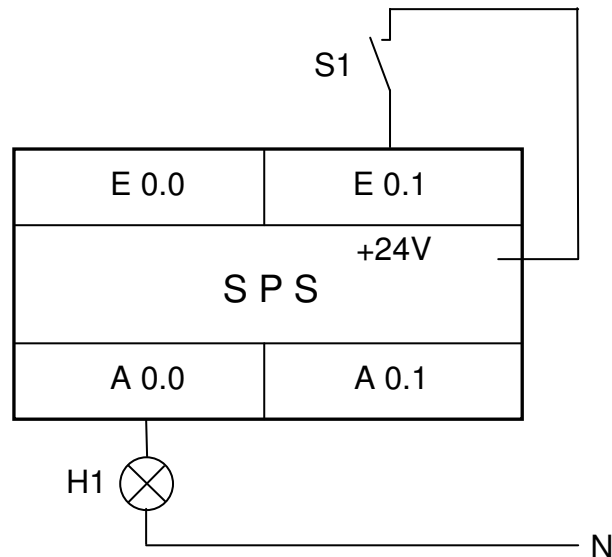

Bild 3.6
- 3.6 Die Beschaltung der SPS ist wie im Bild 3.6 dargestellt. Das Programm soll bewirken, dass ein Melder H1 aufleuchtet, wenn der Geber S1 länger als 7 s betätigt wird. Erstellen Sie die Zuordnungsliste und die AWL (oder FUP). (2 BE)
- 3.7 Erstellen Sie für den in Bild 3.6 dargestellten Anschlussplan einer SPS die AWL und das Zeitdiagramm (s. Arbeitsblatt), die folgenden Anforderungen entspricht: